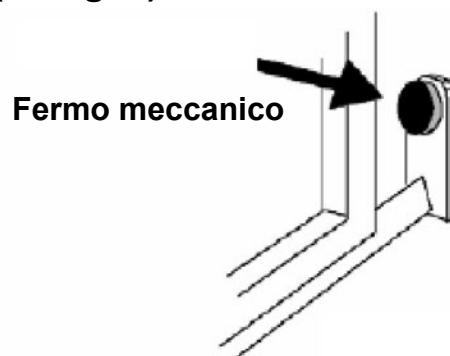
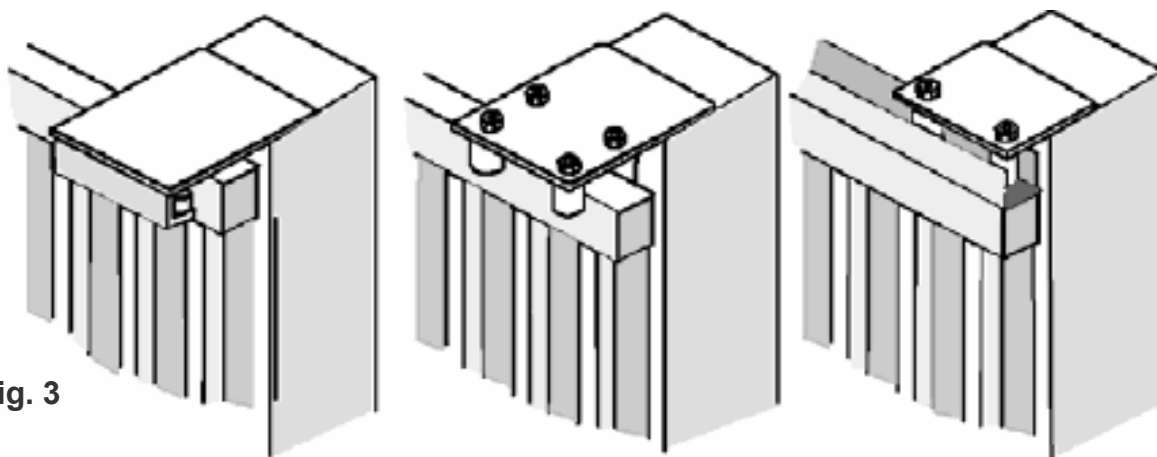

Fig. 2
Fig. 3
- Prima di procedere al montaggio dell'automatismo, si verifichi che il cancello sia perfettamente funzionante, inoltre, è opportuno verificare che la guida di scorrimento a terra (**V. Fig. 1**) non presenti malformazioni, che sia perfettamente a livello e che sia presente il fermo meccanico in apertura (**V. Fig. 2**) al fine di evitare che il cancello esca fuori dalle guide superiori (**V. Fig. 3**)
- Verificare la guida di scorrimento superiore (**V. Fig. 3**) che sia ben salda e il cancello vi scorra liberamente.
Fissare la cremagliera sul cancello in modo saldo prevedendo una distanza da 2 a 3 mm dal pignone del motore (Fig.3).